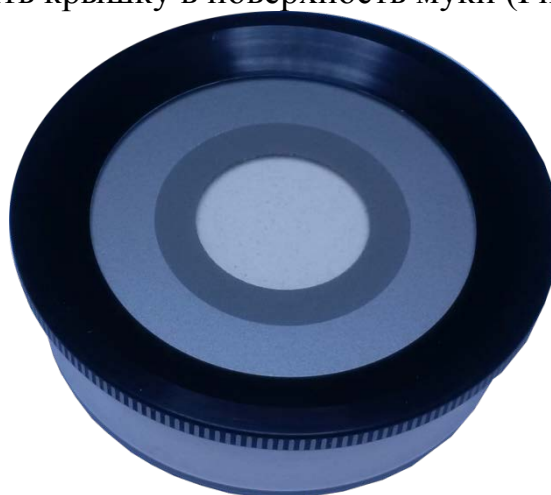

Рисунок 9.4. Чашка с крышкой.
2. Полностью вдавить крышку в поверхность муки (Рисунок 9.4).